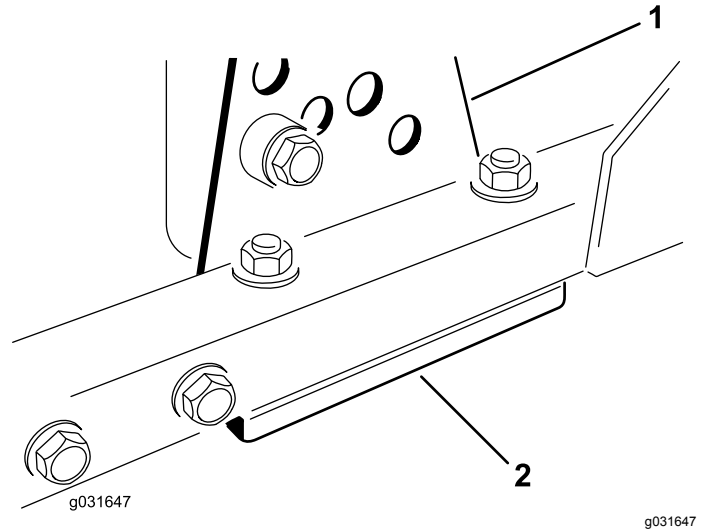

Figura 68
1. Retire el soporte de altura de corte (delantero, izquierdo o derecho) del bastidor de la carcasa (Figura 68).
2. Coloque suplementos de 1,5 mm y/o 0,7 mm entre el bastidor de la carcasa y el soporte hasta lograr la altura de corte deseada (Figura 68).
3. Instale el soporte de altura de corte en el bastidor de la carcasa con los suplementos restantes colocados debajo del soporte de altura de corte (Figura 68).